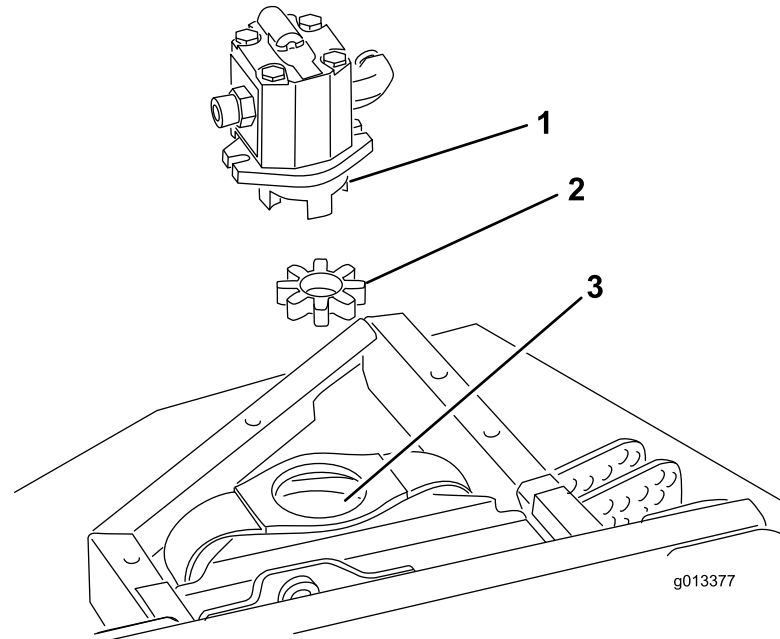

Figure 2
Remarque: Vérifiez l'usure du moyeu de l'amortisseur en étoile et remplacez-le au besoin (Figure 2).
3. Retirez l'amortisseur en étoile en élastomère qui se trouve à l'intérieur de chaque accouplement de poulie. Vérifiez son usure et remplacez-le au besoin. S'il est en bon état, mettez-le de côté pour le montage sur le nouveau plateau (Figure 2).